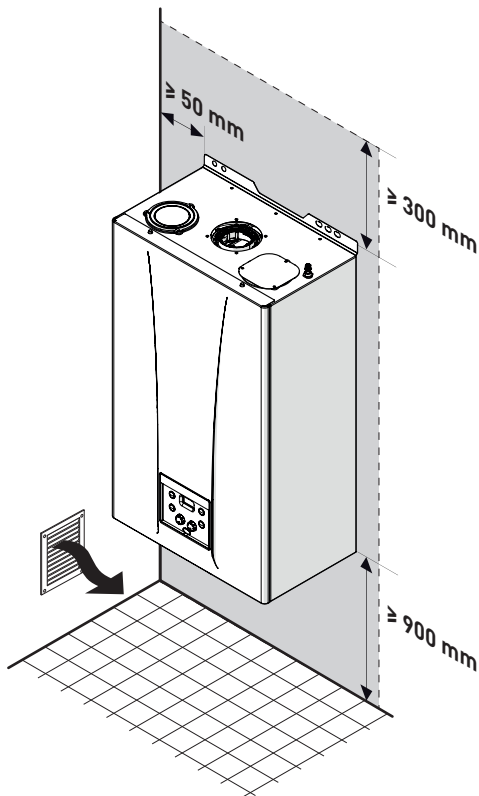

Fig. 19
- Aveți în vedere spațiul necesar pentru acces la dispozitivele de siguranță/reglare și pentru efectuarea operațiunilor de întreținere (a se vedea Fig. 19).